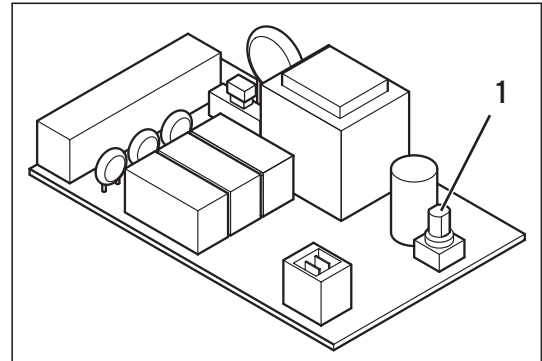

Fig. 4.3 Configurar la dirección Bus
- Ajustar los mandos de dirección (1) (ver Fig. 4.3) de los acopladores Bus conectados a su dirección Bus. La dirección Bus depende la posición del aparato dentro de la cascada. El primer aparato tiene la dirección Bus 1, el segundo la dirección 2, etc.